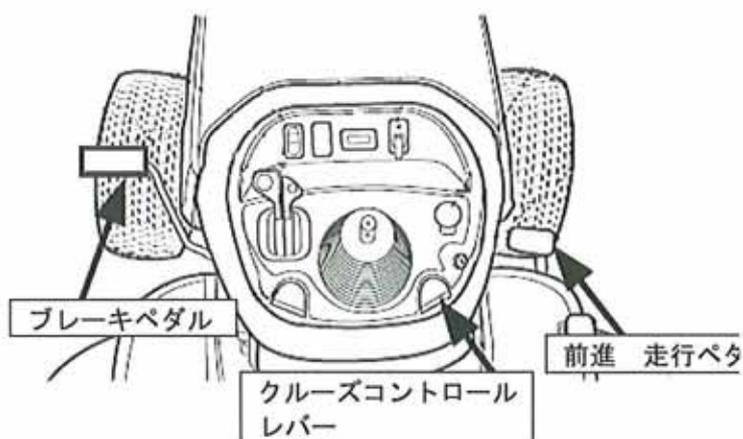

図14
- 前進で走行中に、クルーズコントロールレバーを、引くと、走行ペダルを、走行のまま固定することができます。(図14)